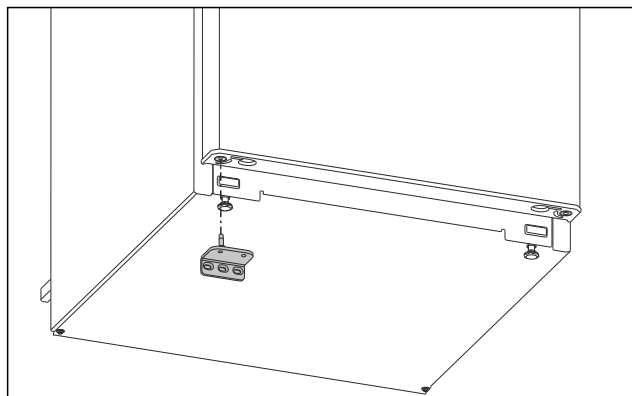

Fig. 16
- ▶ Montați suportul de lagăr inferior pe partea opusă. (vezi Fig. 16)